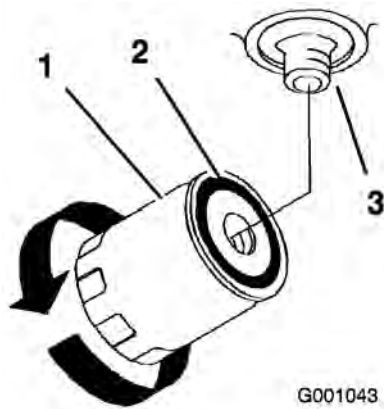

Figura 66
5. Retire el filtro usado y limpie con un paño la superficie de la junta del adaptador del filtro (Figura 66).
9. Cuando el filtro hidráulico esté lleno, gire el filtro en el sentido de las agujas del reloj hasta que la junta de goma entre en contacto con el adaptador del filtro, luego apriete el filtro 1/2 vuelta más (Figura 66).